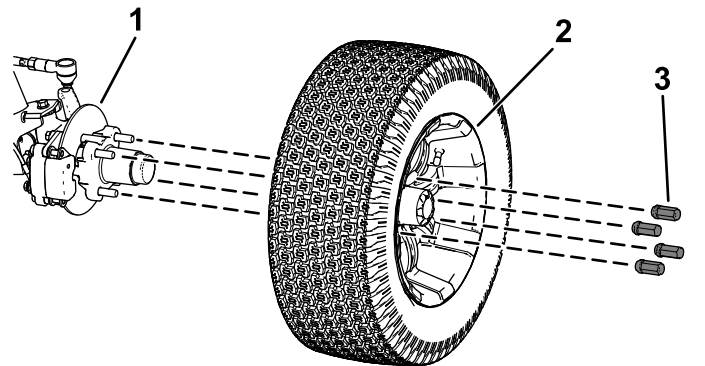

Figura 34
2. Retire las 4 tuercas que sujetan la rueda al cubo (Figura 34).
4. Alinee los taladros de la rueda con los espárragos del cubo y monte la rueda en el cubo con la válvula hacia fuera (Figura 34).
5. Sujete la rueda al cubo usando las tuercas de rueda (Figura 34).